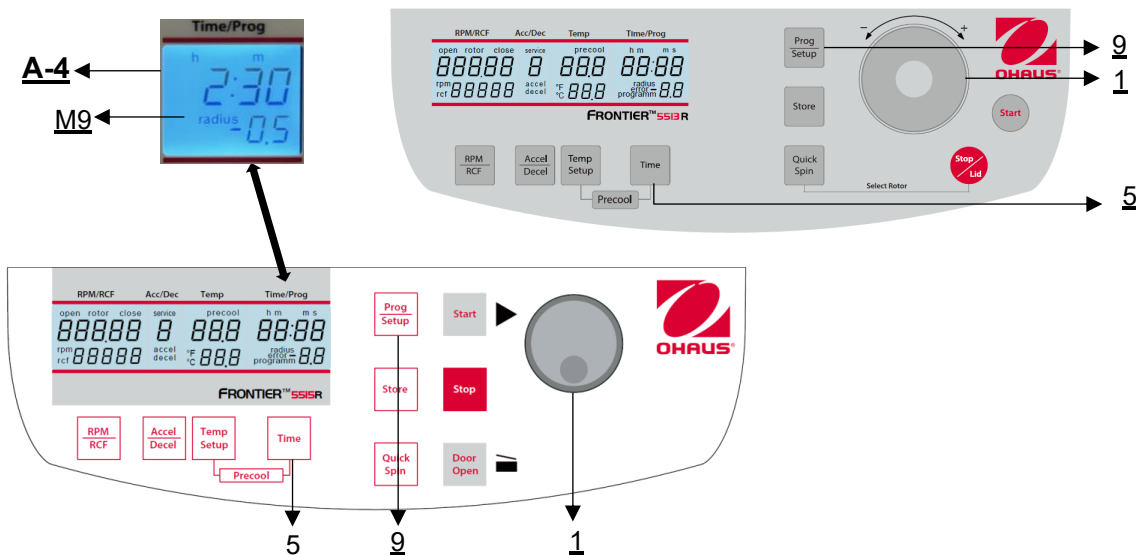

Figura 17
En primer lugar, cierre la tapa de la centrifuga y, a continuación, pulse la tecla **"Tiempo"**(5) y la tecla **"Prog/Setup"** (9) al mismo tiempo y manténgalas pulsadas (véase la figura 17).